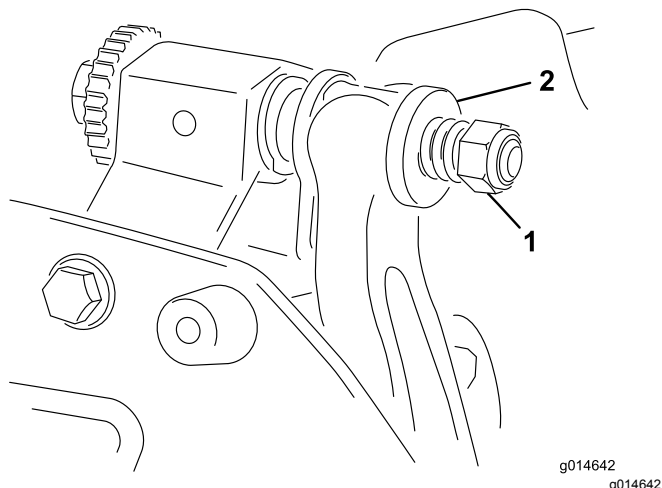

Figura 22
5. Apriete la tuerca de tensado del muelle hasta que el muelle esté comprimido del todo, luego aflójela ½ vuelta (Figura 22).